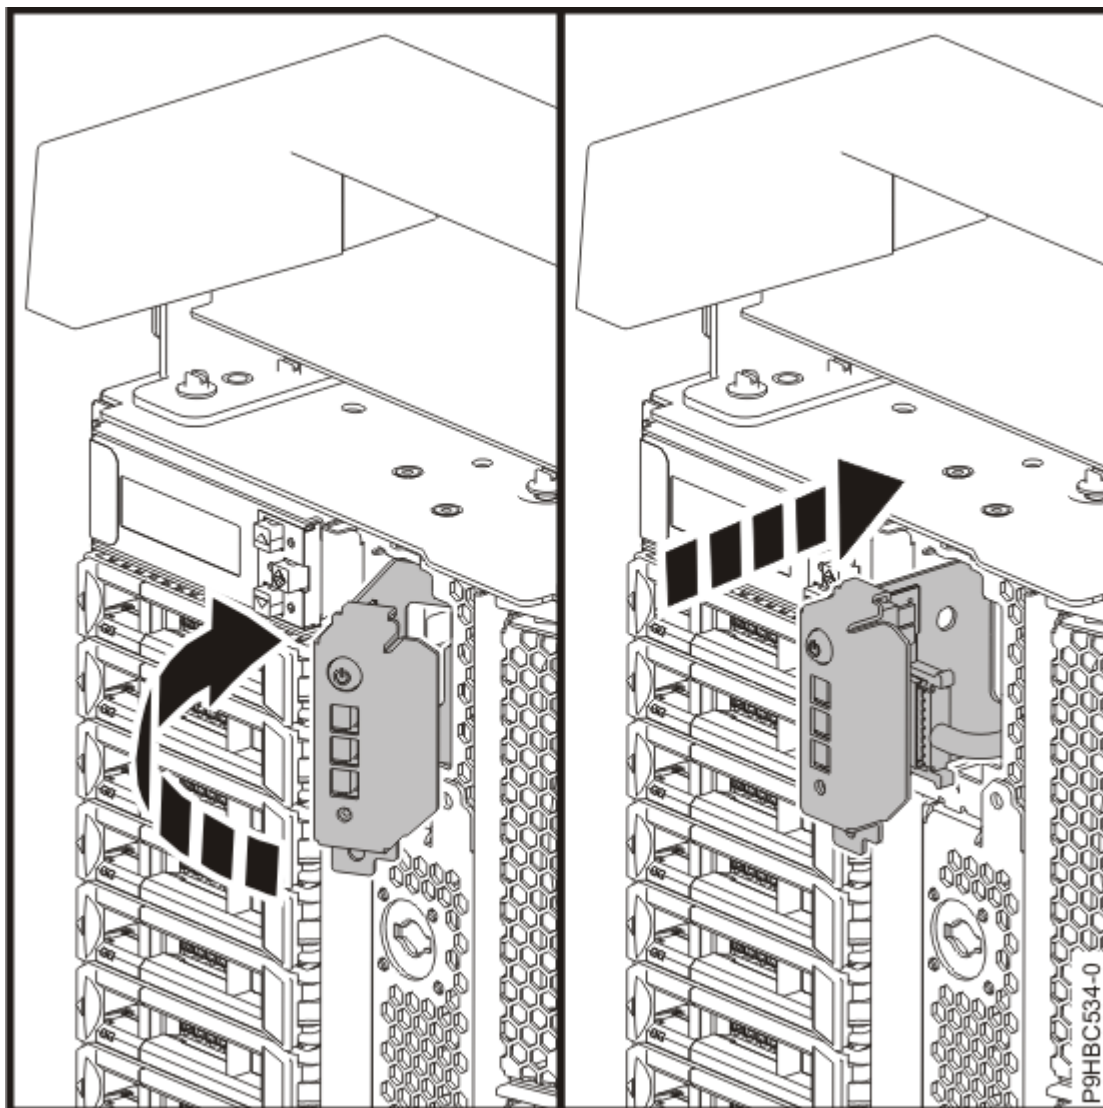

図 24. スタンドアロン・システムでのコントロール・パネルの再取り付け
- a) コントロール・パネルを右に回転させて、システムに再取り付けします (26 ページの図 24 を参照)。